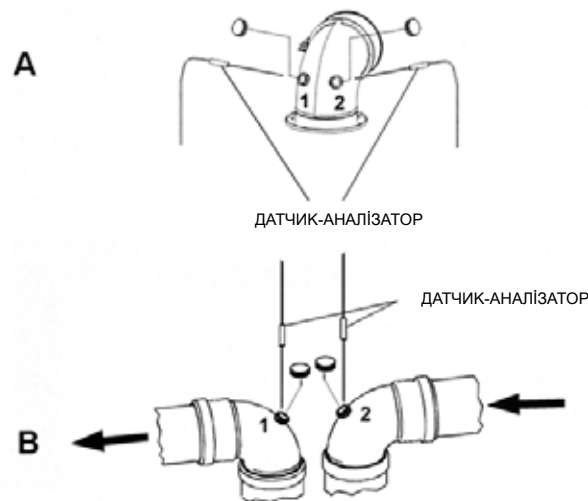

Рис. 20 Точки введення зондів при вимірюванні ККД
- виміряти температуру повітря через отвір 1 (див. відпов. (А) Рис. 20 Точки введення зондів при вимірюванні ККД , для котлів з закритою камерою згоряння з димохідом обладнаним пробовідбірниками).
- виміряти температуру димових газів і вміст CO2 через отвір 2 (див. відпов. (А) Рис. 20 Точки введення зондів при вимірюванні ККД , для котлів з закритою камерою згоряння з димохідом обладнаним пробовідбірниками).
- виміряти температуру повітря через отвір 2 (див. відпов. (В) Рис. 20 Точки введення зондів при вимірюванні ККД , для закритої камери згоряння з димохідом обладнаним пробовідбірниками).
- виміряти температуру димових газів і вміст CO2 через отвір 1 (див. відпов. (В) Рис. 20 Точки введення зондів при вимірюванні ККД , для котлів з закритою камерою згоряння з димохідом обладнаним пробовідбірниками).